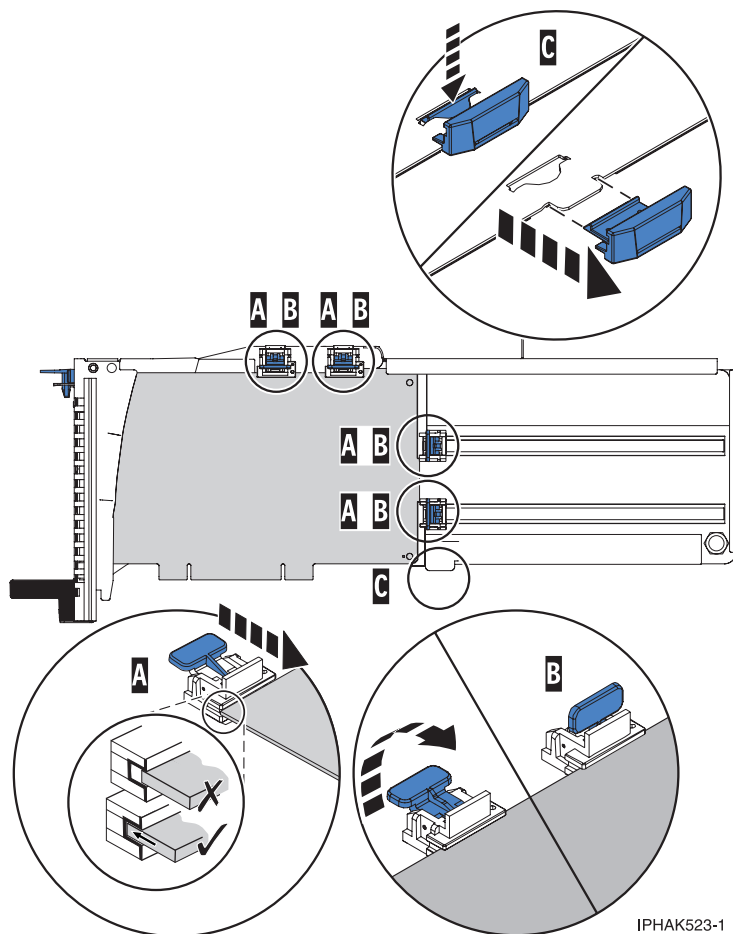

Figure 89. Carte de taille moyenne dans la cassette de cartes PCI avec les supports en place
- Retirez le stabilisateur de carte (C). Voir figure 89, à la page 99.
- Placez et verrouillez les crochets de retenue (B).
- Vérifiez que le bord de la carte est emboîté dans chaque rainure de retenue (A). Si la forme de l'adaptateur ou la présence d'un connecteur empêche le bord de l'adaptateur de reposer dans la rainure de retenue, vérifiez que le crochet de retenue est toujours maintenu fermement contre le bord ou le connecteur.